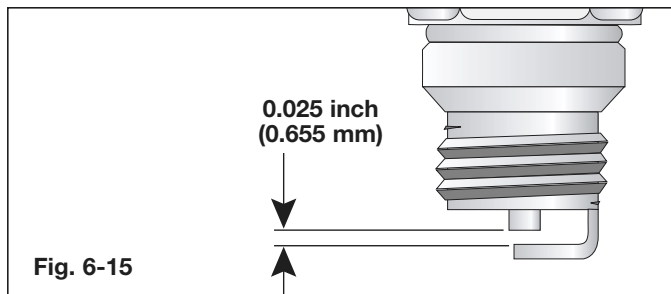

Fig. 6-15
3. Cambie las bujías que estén rajadas, sucias o deterioradas. Fije la separación de aire a 0.025 pulgadas (0.655 mm.) utilizando un calibrador (Fig. 6-15).